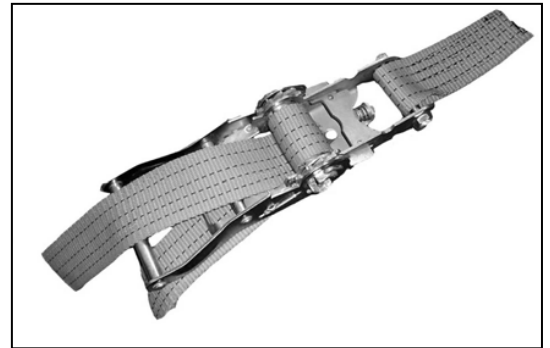

Рис.8
- Расфиксировать стяжные ремни на накладке в следующей последовательности (см. Рис. 8):